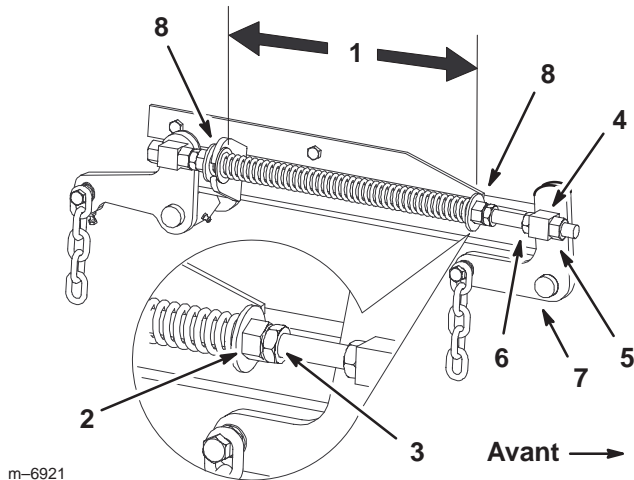

Figure 63
- Desserrez d'environ 13 mm (1/2 pouce) les écrous de blocage à l'avant des pivots avant gauche et droit (Fig. 63).
- Réglez les écrous de relevage sur les côtés gauche et droit de la machine de manière à **abaisser l'avant de 6 à 10 mm (1/4 à 3/8 pouce) au point A par rapport au point B à l'arrière** (Fig. 63).
- Déplacez le levier de relevage du plateau de coupe à la position de transport (Fig. 63).
- Vérifiez que les deux grandes rondelles sont bien espacées de 260 mm (10-1/4 pouces) (Fig. 63).
- Réglez cette distance en desserrant l'écrou de blocage du ressort et en tournant l'écrou devant chaque ressort (Fig. 63). Tournez l'écrou dans le sens horaire pour raccourcir le ressort, et dans le sens inverse pour l'allonger.
4. Bloquez l'écrou en position en serrant l'écrou de blocage du ressort (Fig. 63).